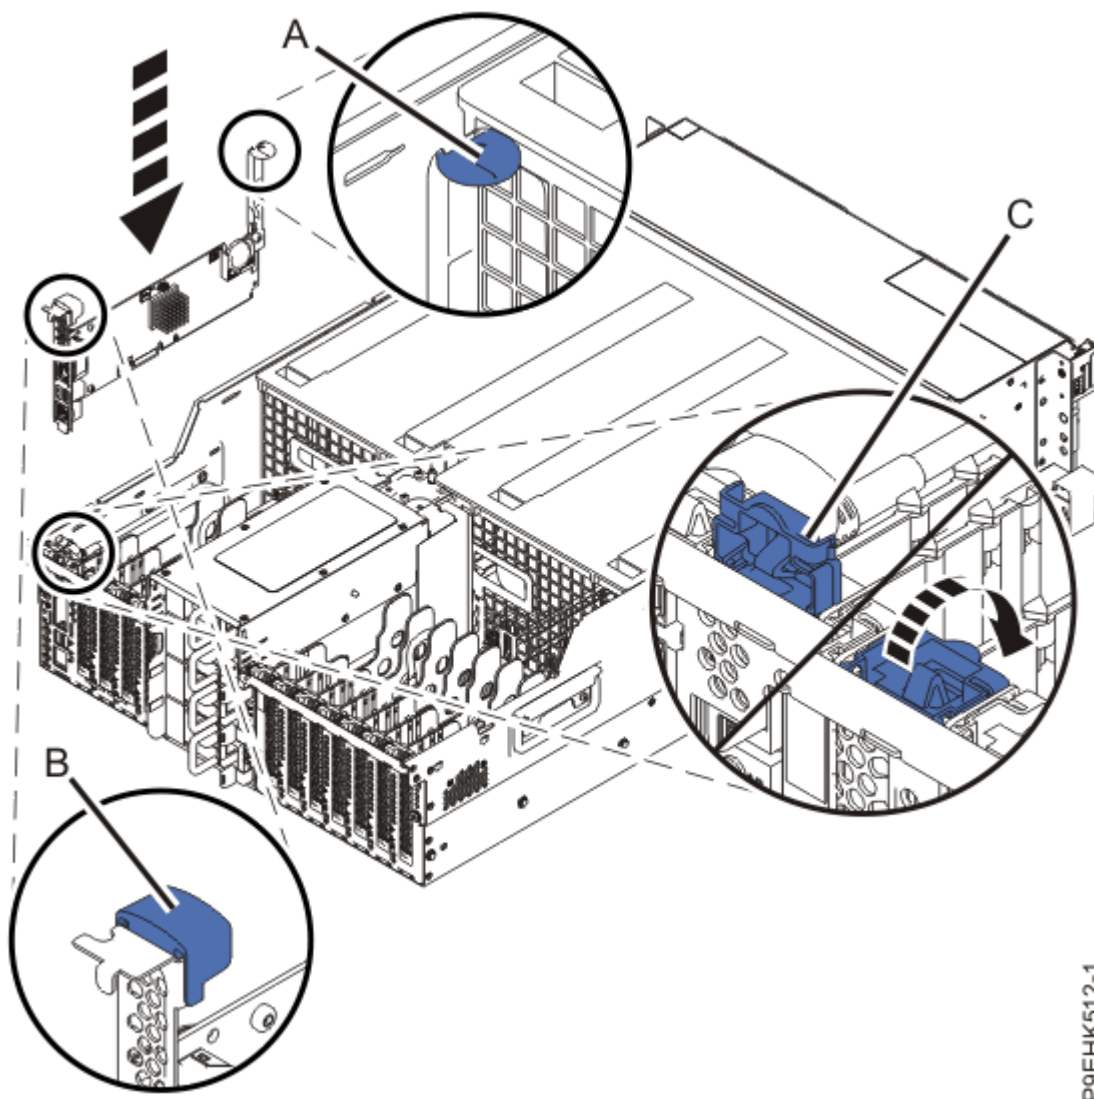

Figure 12. Installation de la carte de processeur de service dans l'emplacement P1-C1
- a) Alignez la carte de processeur de service dans l'emplacement PCIe et poussez la carte de processeur de service vers le bas dans son emplacement à l'aide de deux supports **(A)** et **(B)**, comme illustré à la Figure 12, à la page 15.